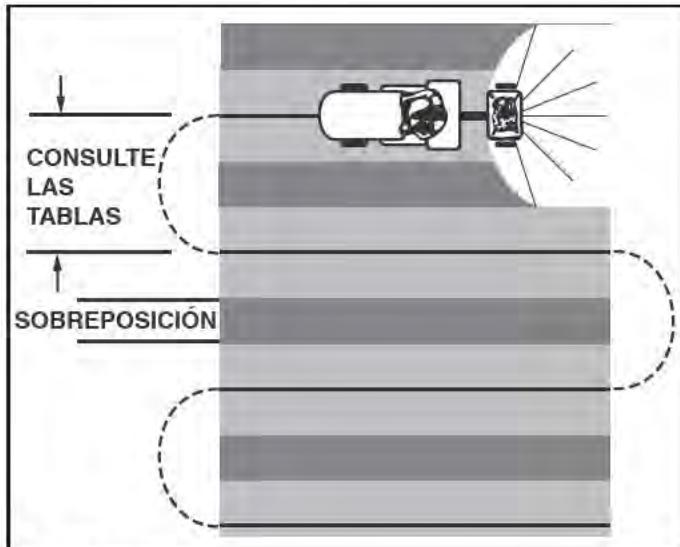

FIGURA 8
8. Para asegurar una cobertura uniforme, haga cada pase de manera que el patrón de voleo se sobreponga ligeramente al patrón del pase previo como se muestra en la figura 8. El ancho de voleo aproximado para diferentes materiales se muestra en la tabla de aplicación de esta página.